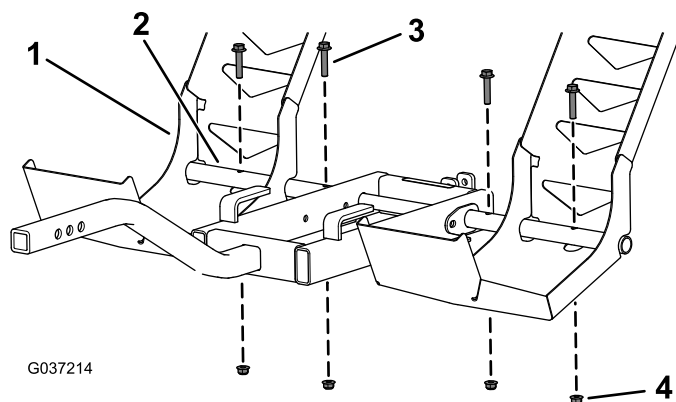

Figura 5
4. Allineate i fori sull'albero di articolazione della concimatrice con i fori sulle rampe di sinistra e destra della concimatrice e fissateli utilizzando le 4 viti a testa flangiata (5/16 x 1-1/2 poll.) e 4 dadi flangiati (5/16 poll.) come illustrato nella Figura 5.